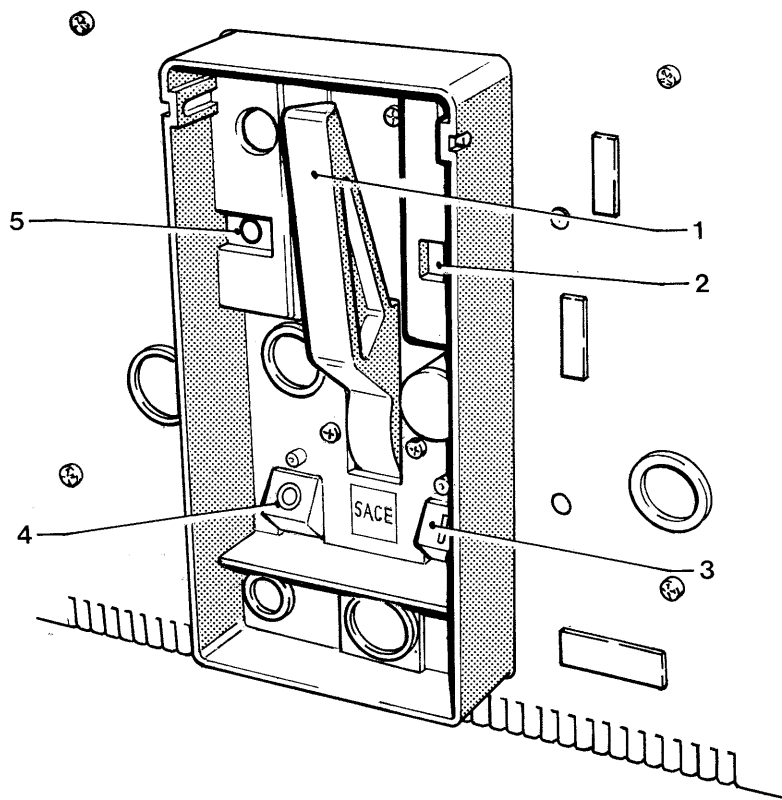

Fig. 3
Per caricare manualmente le molle di chiusura azionare alcune volte la leva (1) - Fig. 3, fino alla comparsa del segnalatore (2) di colore giallo.
Il motoriduttore ricarica automaticamente le molle dopo ogni operazione di chiusura fino alla comparsa del segnalatore giallo (2) - Fig. 3.
To charge the closing springs manually, operate the handle (1) - Fig. 3, a few times until the yellow indicator (2) appears.
The motor c/w reduction gear automatically recharges the closing springs after each closing operation until the yellow indicator (2) - Fig. 3 - appears.